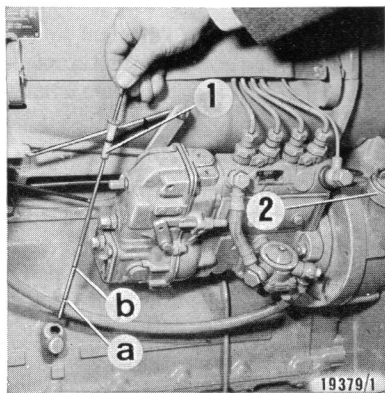

Fig. 57
L'huile usée étant complètement vidée, remplacer la vis bouchon ③ sans oublier son joint! — Garnir d'huile fraîche par la goulotte (2 — Fig. 57).